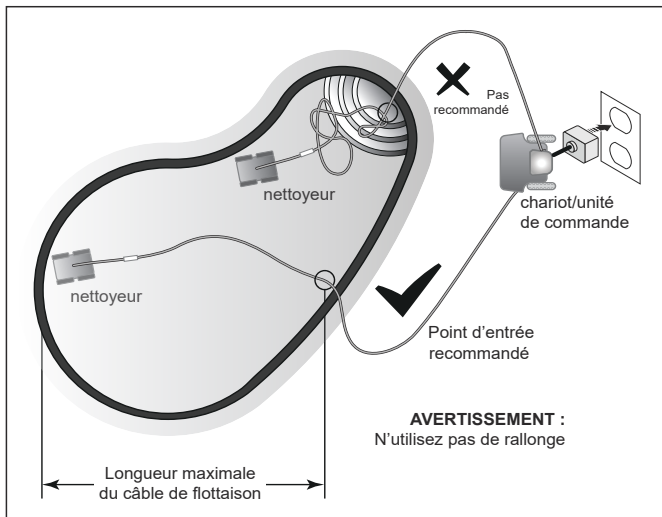

Figure 15. Point d'entrée optimal dans la piscine
**REMARQUE** : Pour obtenir une configuration optimale et réduire l'enchevêtrement, le câble flottant doit pénétrer dans l'eau près du milieu de la longueur de la piscine (Figure 15). Ne placez que suffisamment de câble dans l'eau pour atteindre le point le plus éloigné de la piscine.